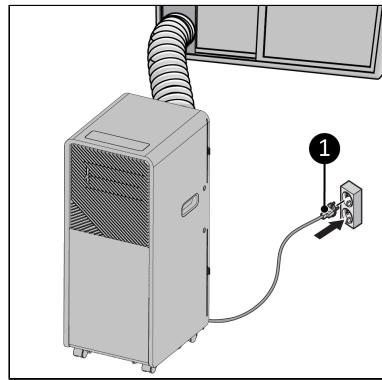

Figure 63.
8. Insérez la fiche d'alimentation (Figure 63, pos. 1) dans une prise murale reliée à la terre et facilement accessible. Utilisez une prise murale mise à la terre d'une puissance minimale de 1400 watts.